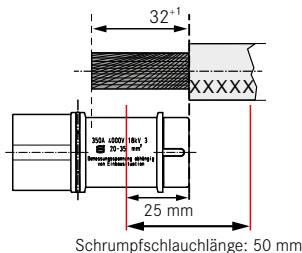

Abbildung IV-9: Schrumpfschlauchmontage über Kabel und Kontakt bei Han® HC Modular 350
- ① Kabel gemäß Abbildung IV-9 bzw. IV-10 abisolieren, so dass die abisolierte *Litze* komplett in den Kontakt eingeschoben werden kann.
- ② Schließen Sie das Kabel mit dem für den *Leiterquerschnitt* vorgeschriebenen Drehmoment an (siehe Tabelle IV-2, S. 32-35):
- ③ Schrumpfschlauch gemäß Abbildung IV-9 bzw. IV-10 (rote Kennlinien!) über dem Kontakt platzieren und aufschumpfen.